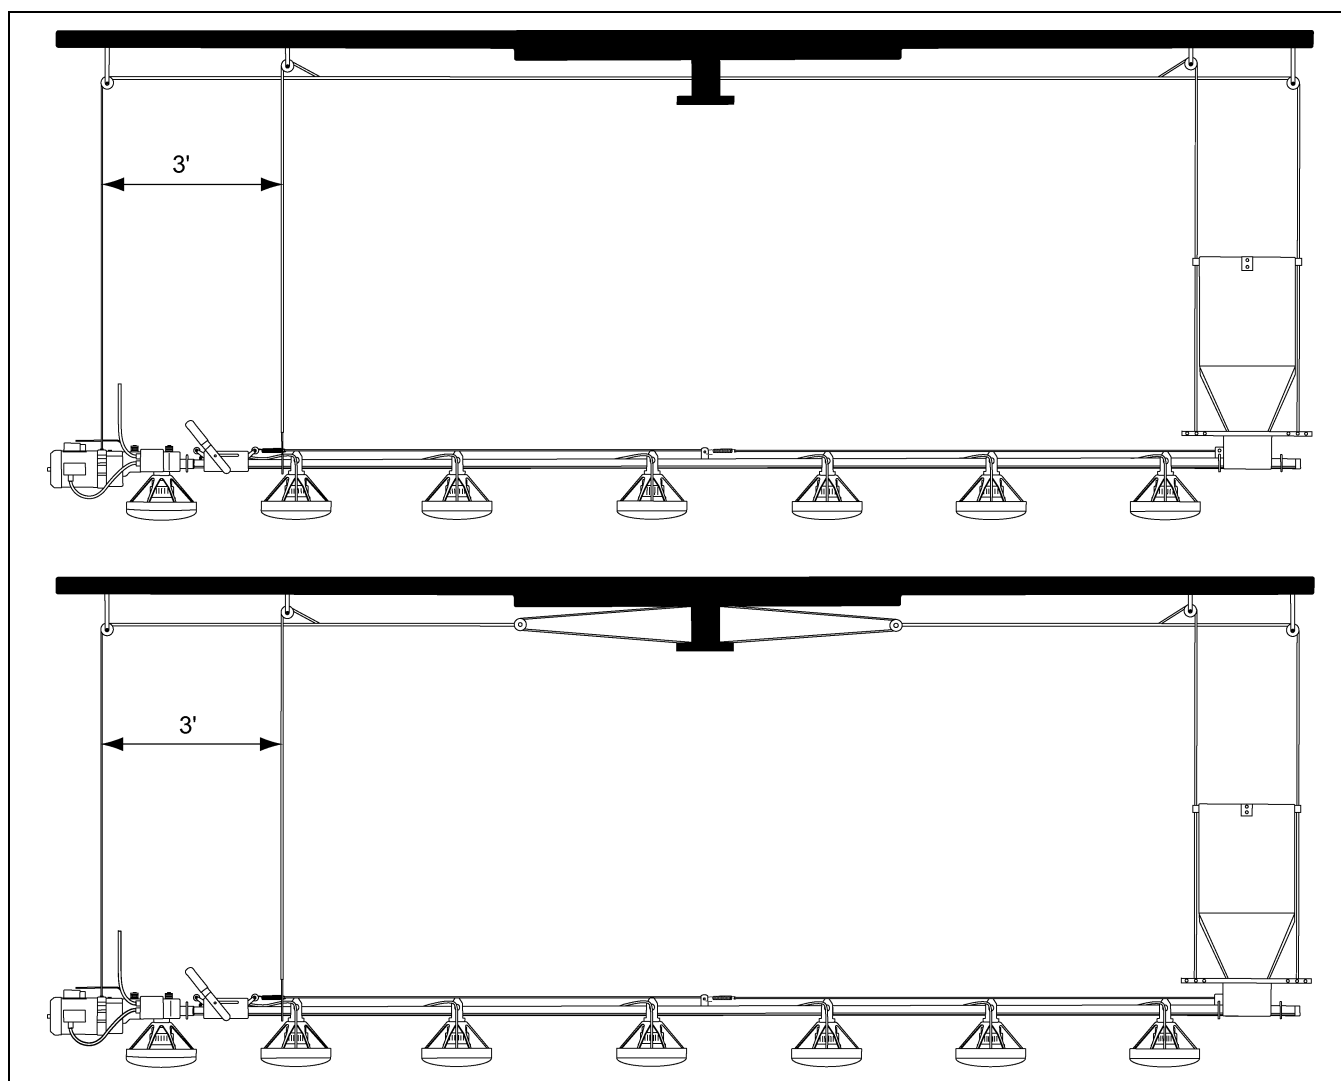

Рисунок 4BA
8. Для систем длиной более 360' (109,7 м) установите трос с двухступенчатыми шкивами, как показано на Рисунок 4BA.